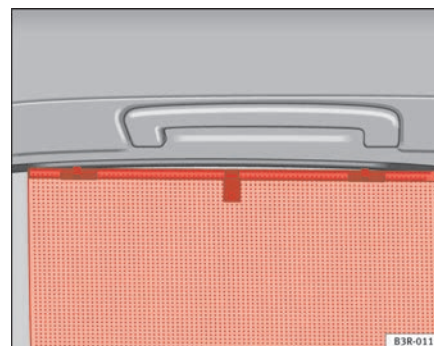

Fig. 100 Cortina enrolada numa das portas traseiras
- Desenrole a cortina e segure-a nos ganchos que se encontram na moldura superior da porta ⇒ fig. 100. ■